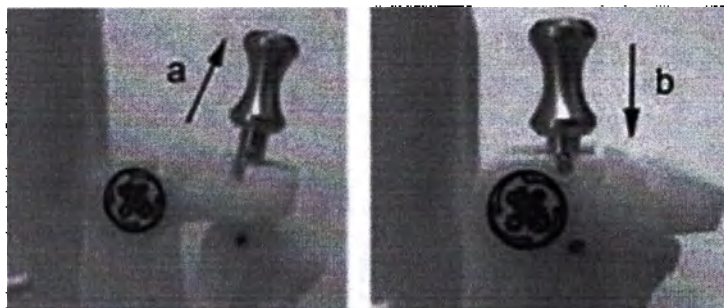

Рис. 9-27. Оттягивание ручки вверх и нажимание на нее
2. Потяните штырь (Рис. 9-27, а), чтобы свободно перемещать крепление направляющей. Совместите ручку с выбранным положением крепления направляющей иглы.
3. Вставьте штырь (Рис. 9-27, б) в нужное гнездо, чтобы зафиксировать положение угла крепления направляющей.